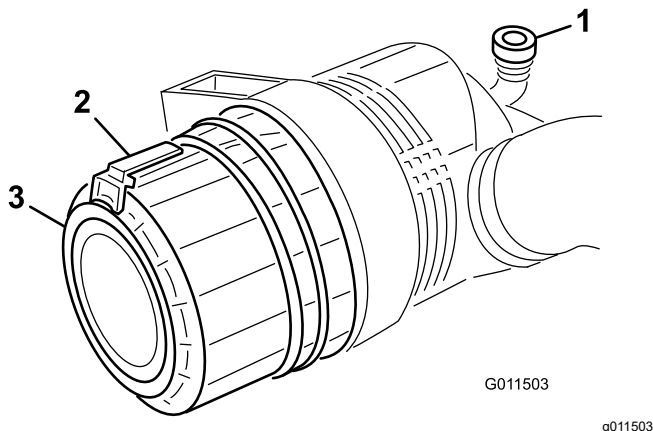

Рисунок 54
2. Оттяните защелку наружу и поверните крышку воздухоочистителя против часовой стрелки (**Рисунок 54**).